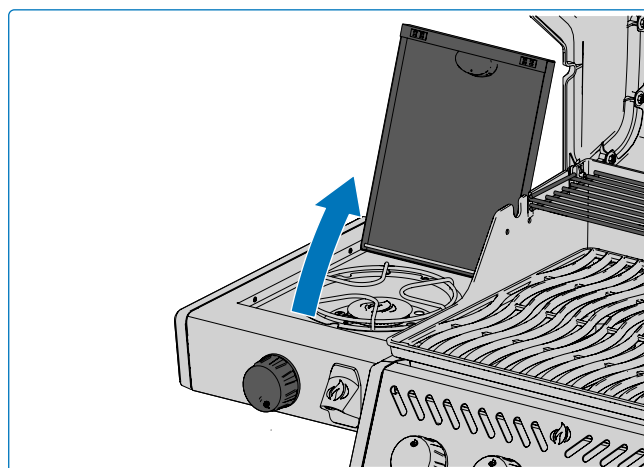

Fig. 9
1. Aprire il coperchio del bruciatore (**Fig. 9**).